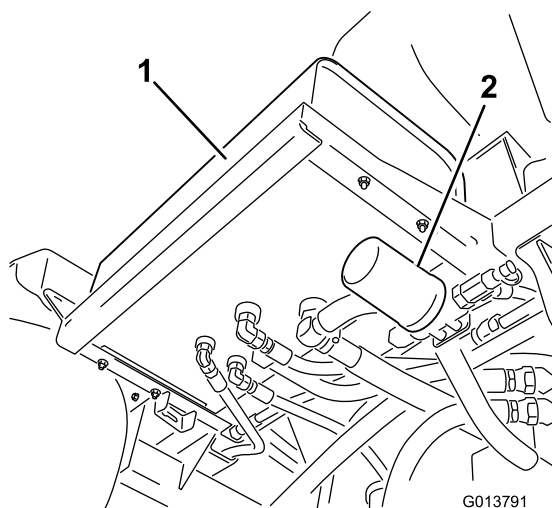
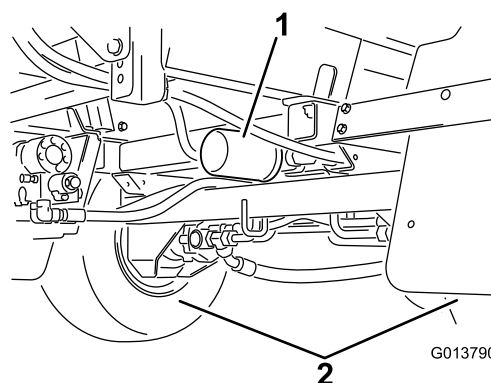

Figure 106
Figure 107
2. Localisez les 2 filtres hydrauliques sur la machine (Figure 106 et Figure 107).